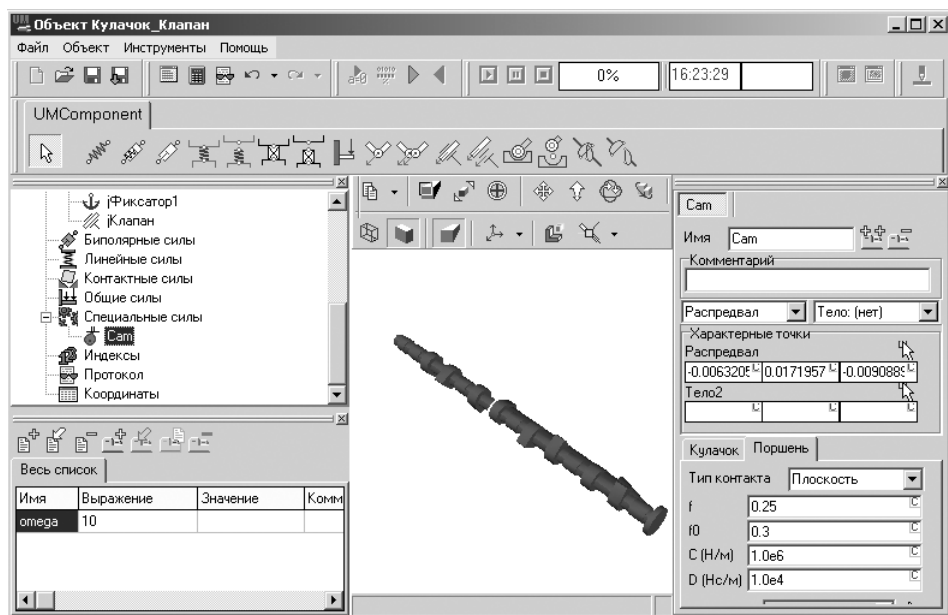

Рис. 2.25. Окно **Инспектор** с активизированным силовым элементом **Cam**
- щелкните в **Списке элементов** в раскрывающемся списке **Специальные силы** по пункту (силовому элементу) **Сам**. Появится в анимационном окне модель распредела, а в окне **Инспектор** – соответствующие параметры, см. рис. 2.25;